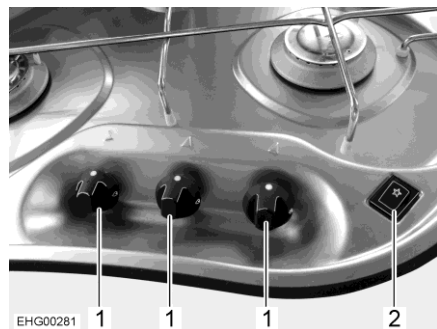

Bild 97 Reglage, knappar (gasspis)
- Vrid vridregulatorn (Bild 97,1) till önskad låga till tändningsläge (stor låga).
- Tryck på vippkontakten (Bild 97,2). Nu bildas tändgnistor vid brännaren.